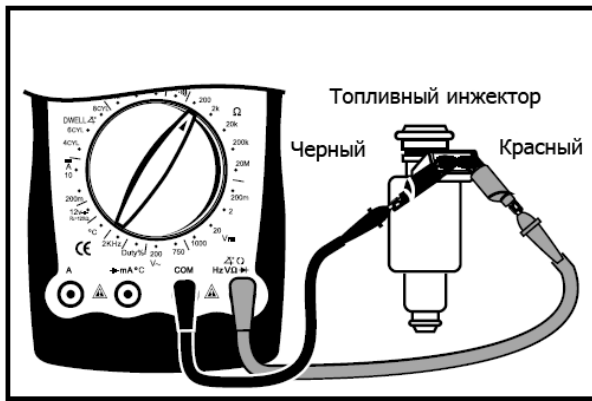

Рис. 18
**(2) Тестирование сопротивления топливного инжектора (См. рис. 18)**